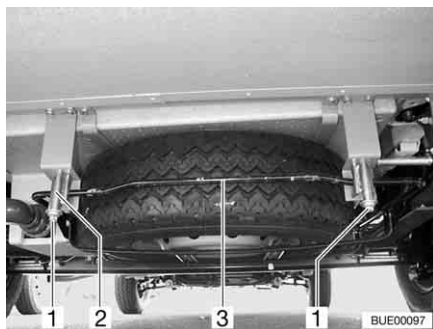

Fig. 311 Système de maintien de la roue de secours (panier)
- Desserrer les écrous (Fig. 311,1) des crochets arrière droit et gauche (Fig. 311,2) du système de maintien de la roue de secours.
- Pousser légèrement le tenon (Fig. 311,3) vers le haut. Tirer simultanément le crochet vers le bas et décrocher le tenon.